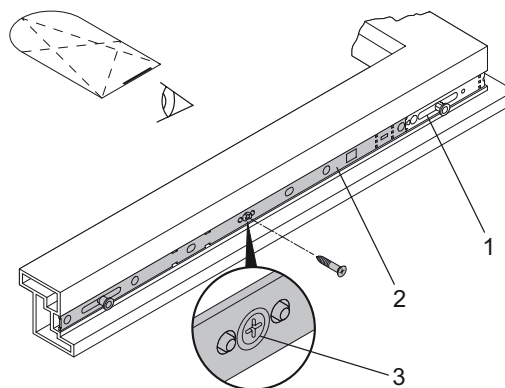

Рис. 10: Блокада МК (горизонтально)
21. Монтаж блокады МК на нижней стороне створки (Рис. 10):
- Подвести блокаду (2) к угловой передаче (1).
- Шуруп (3) должен быть закручен полностью до упора, т.к. при этом снимается блокировка блокады.